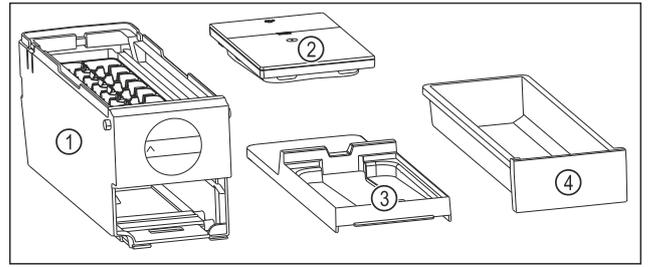

Fig. 123 EasyTwist-Ice 的组成部分
- ▶ EasyTwist-Ice 已被拆解为四部分。(参见 Fig. 123)
- ▶ 仅将 EasyTwist-Ice 拆解成所示的组成部分。(参见 Fig. 123)
- ▶ 将 EasyTwist-Ice 机身 Fig. 123 (1) 作为整体进行清洁。